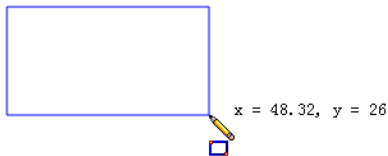

图 2-13 绘制矩形
(1) 单击“草图”工具栏中的“边角矩形”按钮,或执行“工具”→“草图”→“绘制工具矩形”菜单命令,此时指针变为形状。
(2) 单击矩形的一个角要出现的位置。
(3) 拖动鼠标,调整好矩形的大小和形状后再释放鼠标。在拖动鼠标时矩形的尺寸会动态地显示,如图 2-13 所示。